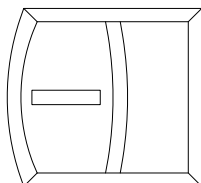

Abb. 2 Einsetzen des 1. Kämpfers
- Setzen Sie den vorbereiteten Kämpfer **5** (siehe Abb. 2) ein und positionieren Sie diesen im Pfosten **4** und verschrauben den durchlaufenden Pfosten **4** mit 4 Senkschrauben 3,9 x 19 mm **3** durch die seitlichen Laschen des Verbinders in die Stahlverstärkung.